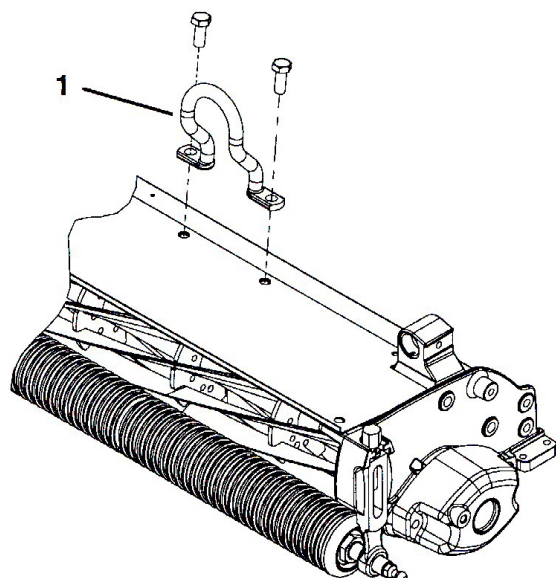

図 12
2. 各カッティングユニットの上部にブラケット取り付け(キャップスクリュー2本)、チェーン・リンク(図12)を接続する。キャップスクリューをトルク締めする: 25-30 ft-lbs. (34~40 N.m=3.5~4.1kg.m) リンクの、大きいほうの端が、トラクションユニットのサスペンション掛ける方の端である。